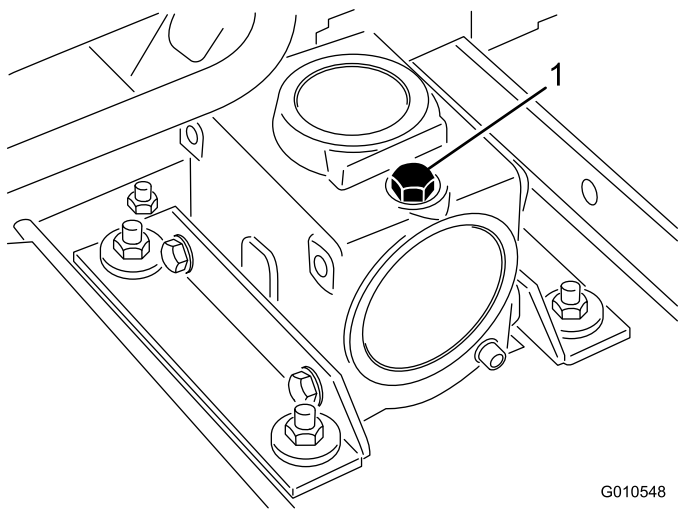

図 24
2. マシンとカッティングユニットを平らな場所に駐車させ、カッティングユニットを降下させる。ギア・ボックスの上部についているディップスティック兼給油プラグ(図 24)を取り、オイルの量が、ディップスティックについている2本のマークの間にあることを確認する。油量が少なければ、SAE 80-90 wt. ギア用潤滑油を 2 本のマークの間まで補給する。容量は 283 ml です。